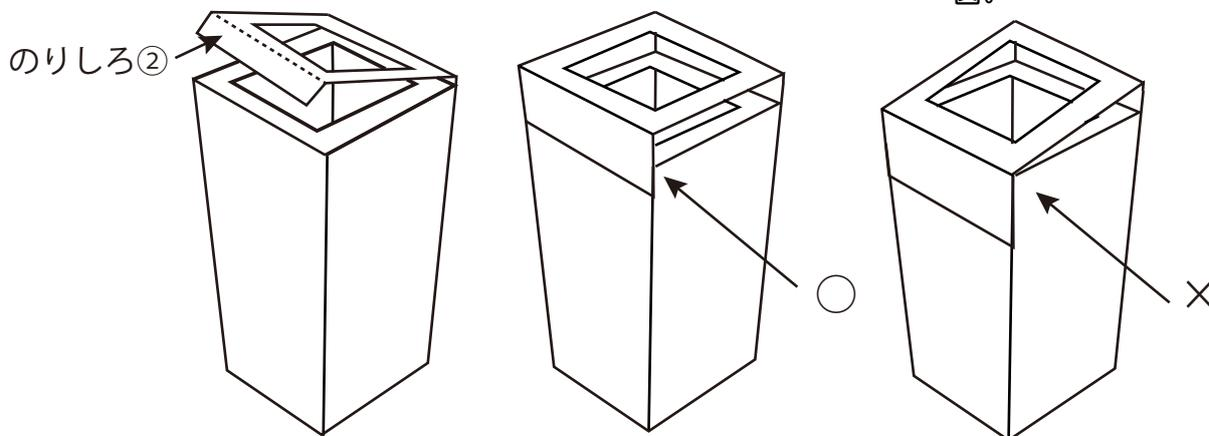

図8
10) 窓②を折り曲げ、その「のりしろ3②」を箱の外側に両面テープで貼り付けます。この時、「のりしろ3②」の部分にすまができるようにします (図8)。